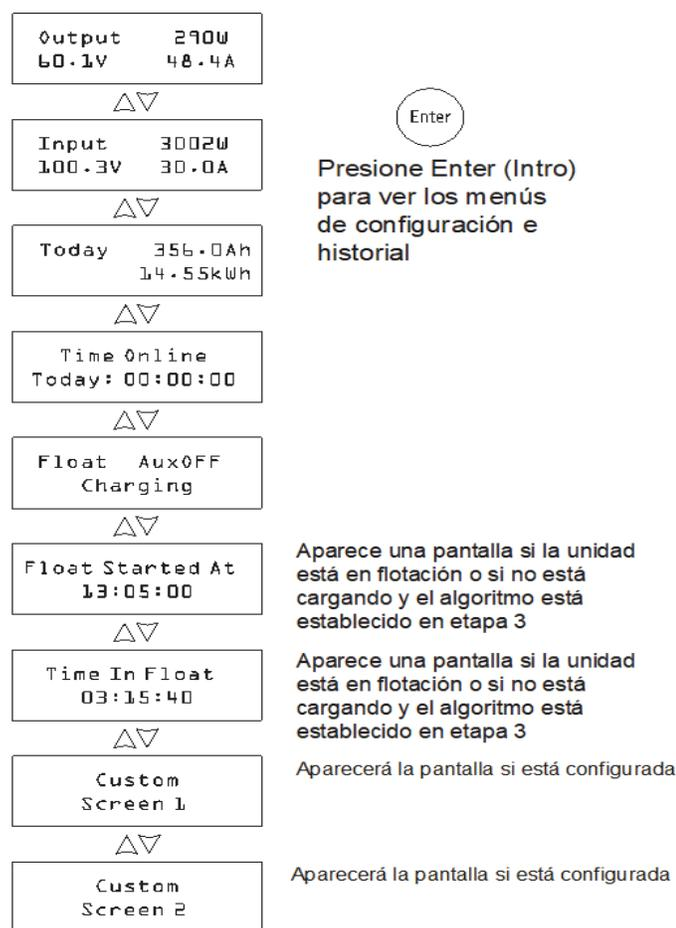

Figura 4-1 Pantallas de funcionamiento
- Cuando está en modo de Control de carga la LCD muestra la energía de salida, voltaje y corriente (e información adicional como se muestra en la Figura 4-1).
La pantalla del panel delantero muestra distintas pantallas de mensajes durante el inicio y funcionamiento normal. Figura 4-1 muestra la secuencia en la que se muestran o se pueden ver las pantallas Startup (inicio) y Operating (funcionamiento).